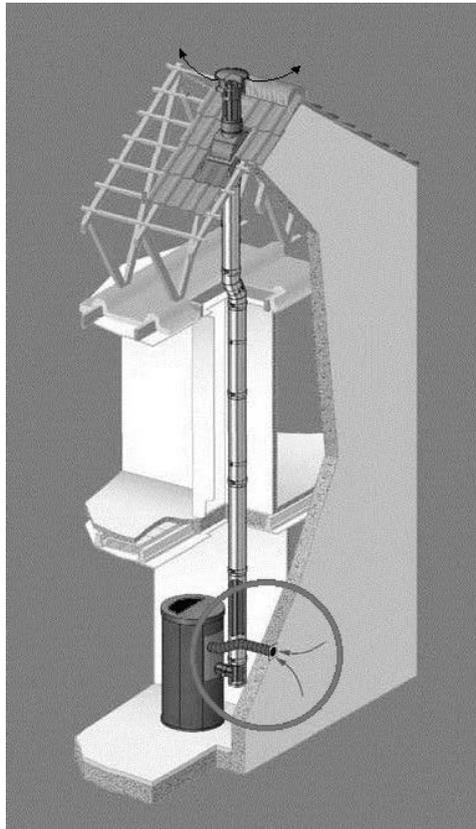

Fig. 7 - Installation en chambre étanche
- Utiliser un tuyau d'un diamètre minimum de Ø60 mm et d'une longueur maximale de 2 mètres; pour la fixation, voir derrière le poêle (voir **Fig. 7**).
- L'air nécessaire à la combustion est à prelever directement depuis l'extérieur (voir **Fig. 7**).